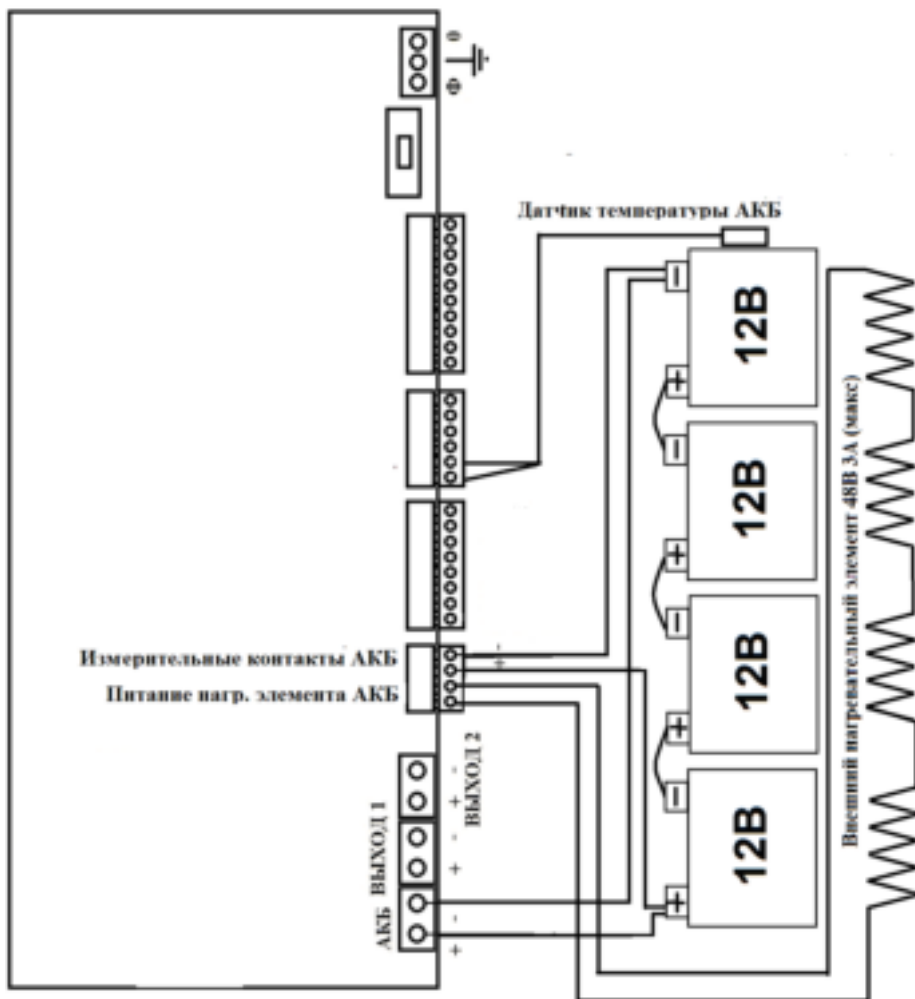

Рисунок 4 – Подключение АКБ с внешним устройством обогрева АКБ с отключением обогрева в режиме «РЕЗЕРВ».
В изделии реализована возможность использования внешнего нагревательного элемента для обогрева АКБ (см. рисунок 4), либо термостата АКБ (см. рисунок 5), в случае эксплуатации при отрицательных температурах окружающей среды.
- при необходимости термокомпенсации напряжения заряда АКБ и нагрева при отрицательных температурах окружающей среды подключить внешнее устройство обогрева АКБ (см. рисунок 4) или термостаты АКБ (см. рисунок 5) к соответствующим контактам источника;